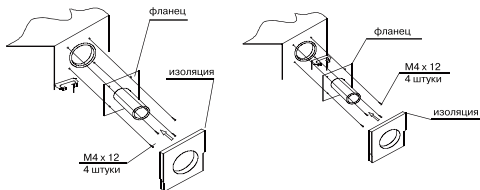

Рис. 30
8. Закрепите фланец и изолируйте его (Рис. 30).